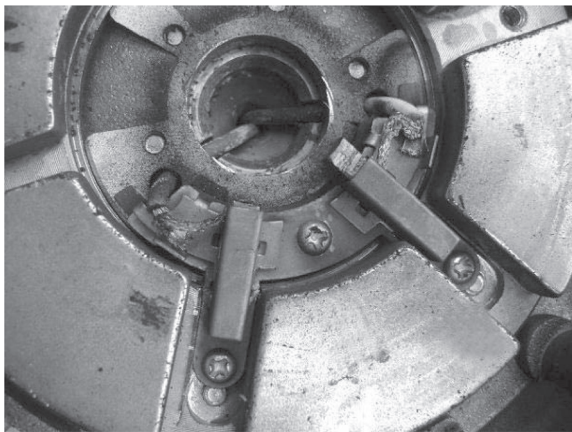

图 8-7 拆解后的电动机
7) 分解电动机后更换电刷, 打磨换向片, 如图 8-7 所示, 装复所拆各件。试车 30min 后, 控制器发热现象消失。